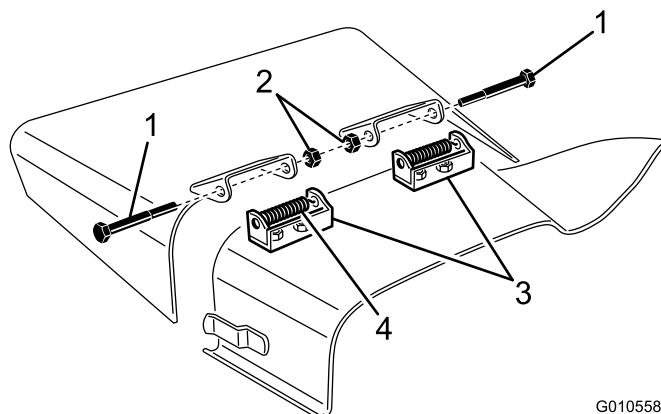

Bild 27
2. Entfernen Sie die zwei Schrauben, Sicherungsmuttern und Federn, mit denen die Befestigungen des Ablenkblechs an den Schwenkhalternungen befestigt sind (Bild 27).
3. Entfernen Sie die Schlossschrauben und die Muttern, um die Schwenkhalterung abzunehmen (Bild 27).